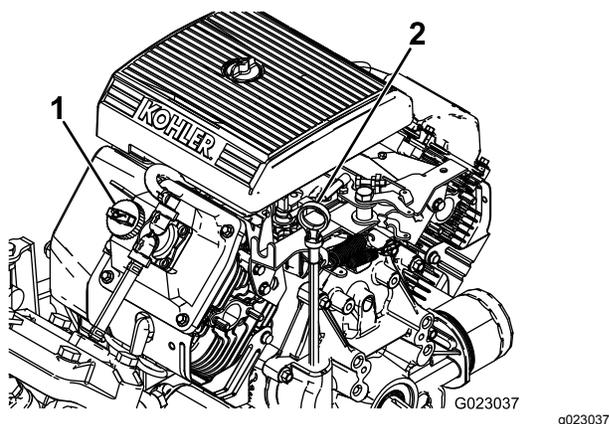

图11
2. 取出量油尺用干净的抹布擦拭图11。
4. 如果机油油位较低请从气门室盖图11上拆下加油颈盖从开口处注入机油直至油位达到量油尺上的“已满”标记请参阅了解适合的机油类型和粘度。维护机油 \(页码 40\)在此过程中应缓慢添加机油并不时检查油位。切勿过量添加。